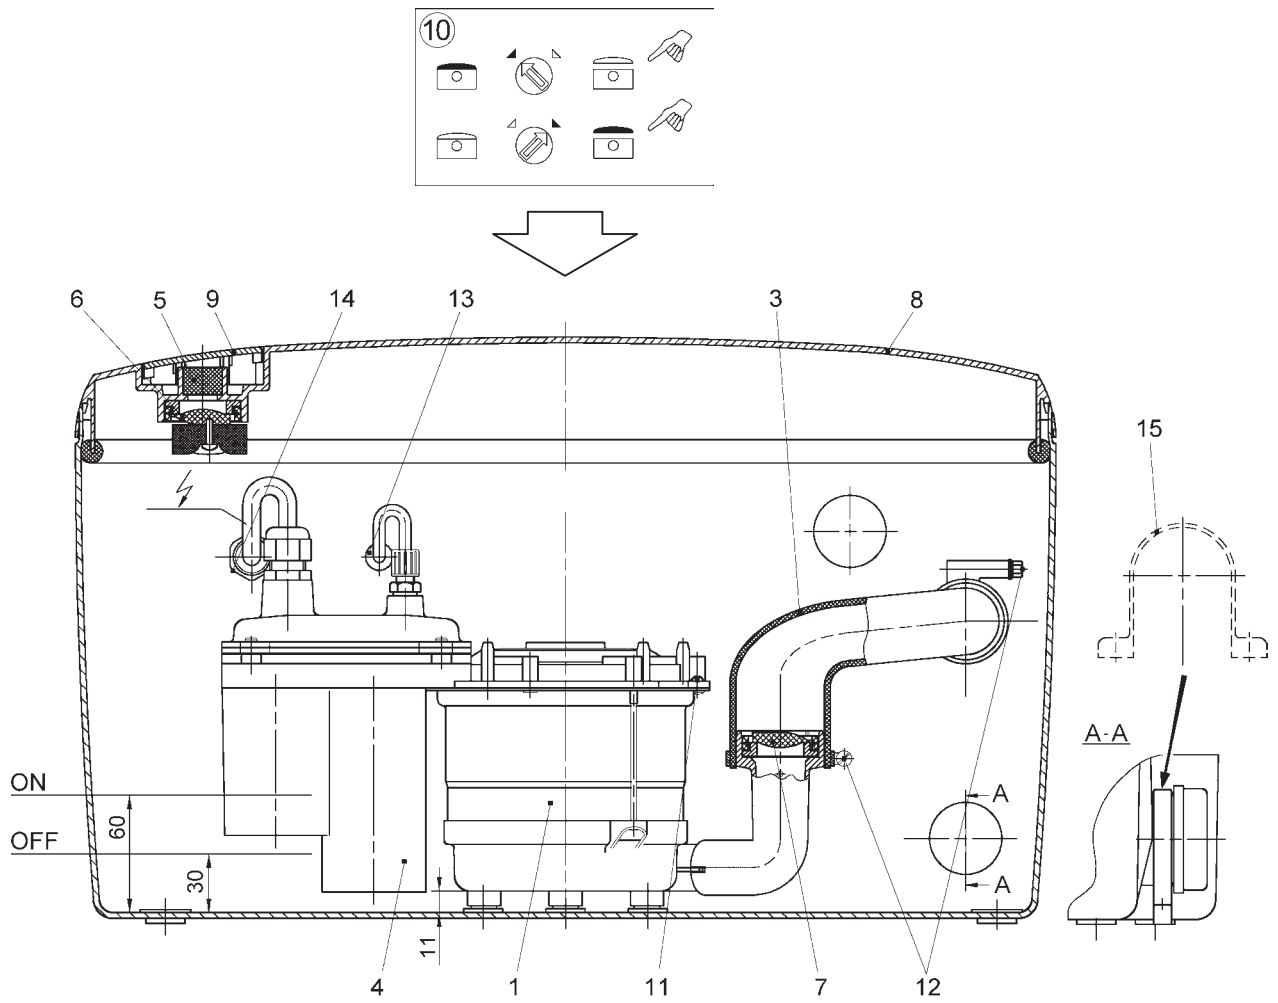

РИС. 1
Автоматическая установка для отвода сточных вод (рис. 1) состоит из герметичного водонепроницаемого пластикового резервуара, который размещается на полу, например, под умывальником, в который встроен насос (рис.1, поз.1) с герметичным мотором. Мотор отделен от насосной части двойным уплотнением.
Вмонтированный выключатель (рис.1, поз. 4) включает и выключает установку в зависимости от уровня жидкости в резервуаре.
Вентиляция резервуара и удаление воздуха из него может осуществляться через встроенный в установку фильтр с активированным углем (рис. 1, поз. 5) в помещение где размещена установка или через специально присоединяемую вентиляционную линию на крышу дома. Для того чтобы при прекращении работы насоса и повышающемся уровне жидкости в резервуаре, он не достиг фильтра с активированным углем, в установку встроен дополнительный обратный клапан (рис. 1, поз. 6). Трубка для удаления сточных вод из резервуара также имеет обратный клапан (рис.1, поз.7).
- Если вентиляция осуществляется не через встроенный в прибор фильтр с активированным углем, а через вентиляционную линию в крыше, то необходимо удалить крышку (рис. 1, поз. 9) и вставить вентиляционную трубу
(рис. 2, поз. 2, внутренний диаметр 25 мм, стандартная ПВХ труба) через эластичную часть шланга на патрубок. Фильтр с активированным углем (рис. 1, поз. 5) может быть удален.
- Предохранять установку от ударов и перемещений. Для этого надвинуть прилагающуюся зажимную скобу (рис. 1, поз. 15) на патрубок подающей линии и закрепить на полу с помощью винтов и дюбелей.
7.1 Чистка установки (рис. 1)
- Снять крышку (рис.1, поз.8), повернув рукоятку (рис. 1, поз. 10) и нажав на три защелкивающиеся крючка (сбоку и спереди).
7.2 Демонтаж насоса (рис.1)
- Отвинтить зажимные скобы шланга (рис. 1, поз. 12) отводной трубы.
- Отвинтить резьбовое соединение вентиляционной трубки (рис. 1, поз. 13) у стенки резервуара и снять ее.
- Отвинтить PG - резьбовое соединение (рис. 1, поз.14) у стенки резервуара и протянуть кабель к внутренней стороне резервуара.